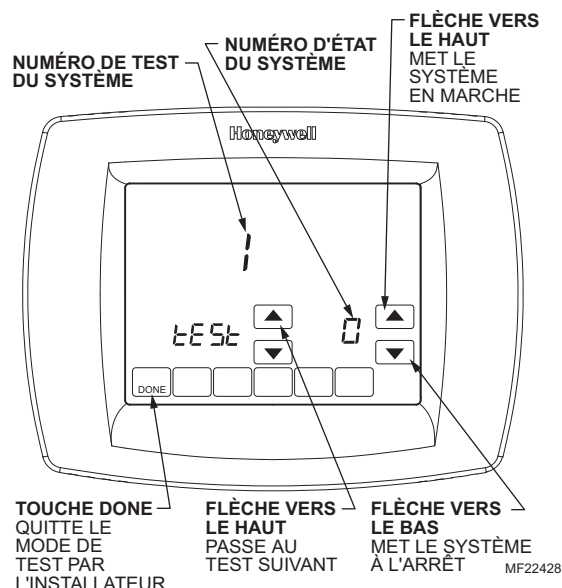

Fig. 28. Aperçu des boutons utilisés en mode de test du système par l'installateur.
3. Voir la Fig. 28 pour passer en revue le fonctionnement des boutons du thermostat en mode de test. Consulter le Tableau 6 pour voir un aperçu des tests offerts.